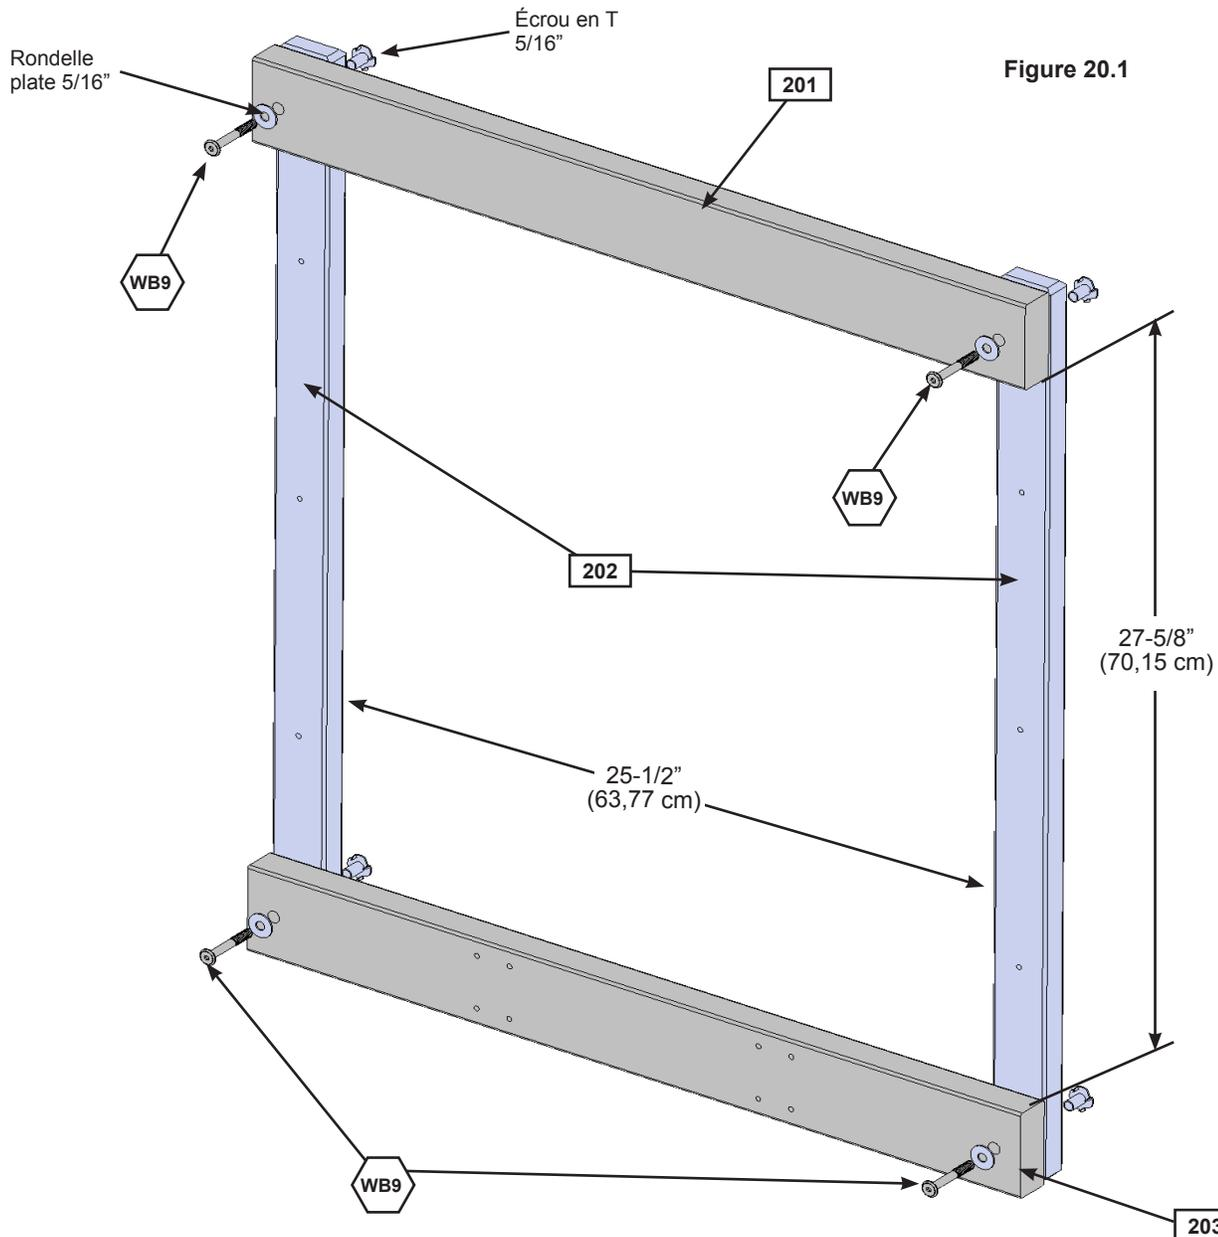

Figure 20.1
A : Fixez sans serrer le Haut du nid-de-pie (201) à 2 Parties verticales du nid-de-pie (202) en utilisant 2 (WB9) boulons d'arrêt 5/16 x 2-1/8" (avec rondelle plate et écrou en T). La distance entre les Parties verticales doivent être de 25-1/2" (63,77 cm). (figure 20.1)
B : Fixez sans serrer le Devant du nid-de-pie (203) à chaque Parties verticales du nid-de-pie (202) en utilisant 2 (WB9) boulons d'arrêt 5/16 x 2-1/8" (avec rondelle plate et écrou en T). La distance entre le Haut du nid-de-pie (201) et le Devant du nid-de-pie (203) doit être de 27-5/8" (70,15 cm) (figure 20.1)